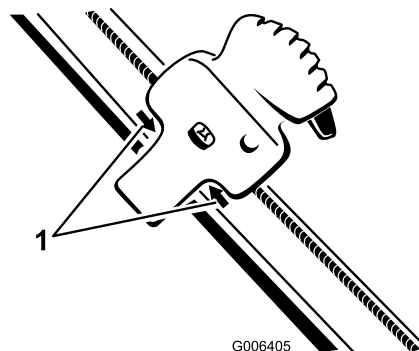

Рисунок 40
2. Установите устройство управления Quick Shoot между двумя стрелками, находящимися на правой стороне верхней рукоятки (Рисунок 40).